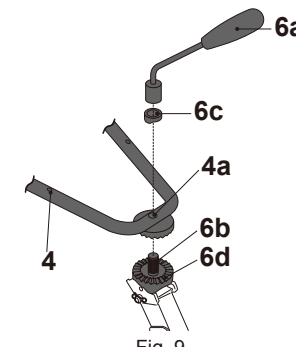

Fig. 9
- > Coloque a pega no parafuso (6a) e fixe com a anilha (6c) e a alavanca de ajuste da pega (6a). (Fig 9)